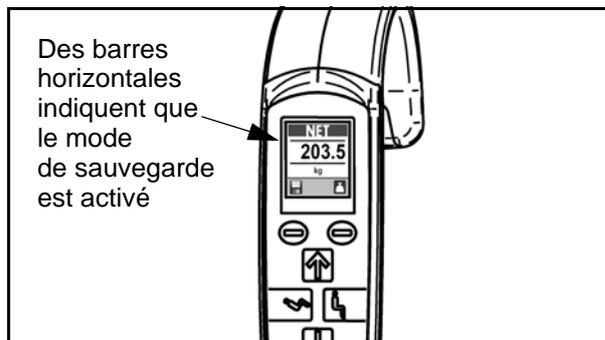

Fig. 63
5. Appuyer sur le bouton de sauvegarde s'il faut mettre le poids net en mémoire. Des barres horizontales s'affichent au-dessus et au-dessous des chiffres à l'écran pour indiquer que la fonction de sauvegarde est activée. La fonction de « Sauvegarde » restera active jusqu'à ce que le bouton de sauvegarde soit à nouveau enfoncé (voir Fig. 63).